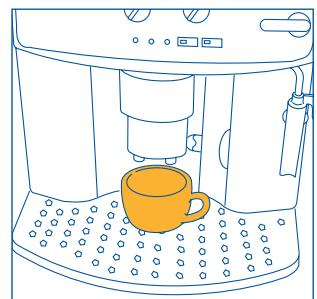
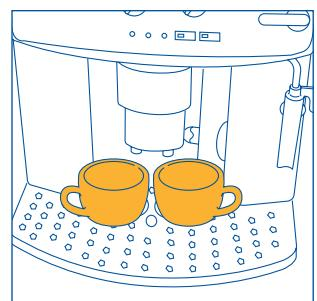
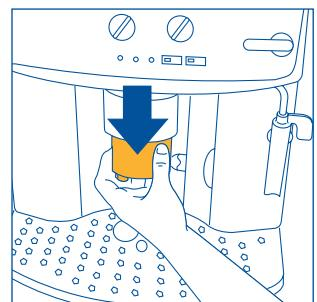

Fig.9
Fig.10
Fig.11
- 4) Sett 1 kopp (fig. 9) eller 2 kopper (fig. 10) under tutene. For å få godt skum på kaffen, la tutene komme så nærmre kaffekoppene som mulig, ved å senke kaffeutslippsenheten (fig. 11).